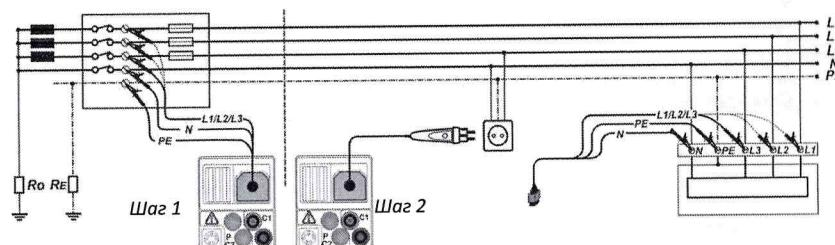

Рисунок 5.33: Измерение падения напряжения линии фаза-нейтраль или фаза-фаза – подключение штепсельного щупа «plug commander» и 3-х проводного тестового кабеля
- **Подключите** измерительную проводку к исходной точке тестируемой электрической установки (см. Рисунок 5.33: Измерение падения напряжения линии фаза-нейтраль или фаза-фаза – подключение штепсельного щупа «plug commander» и 3-х проводного тестового кабеля ).
- **Подключите** измерительную проводку (выводы) к тестируемым точкам (см. Рисунок 5.33: Измерение падения напряжения линии фаза-нейтраль или фаза-фаза – подключение штепсельного щупа «plug commander» и 3-х проводного тестового кабеля ).